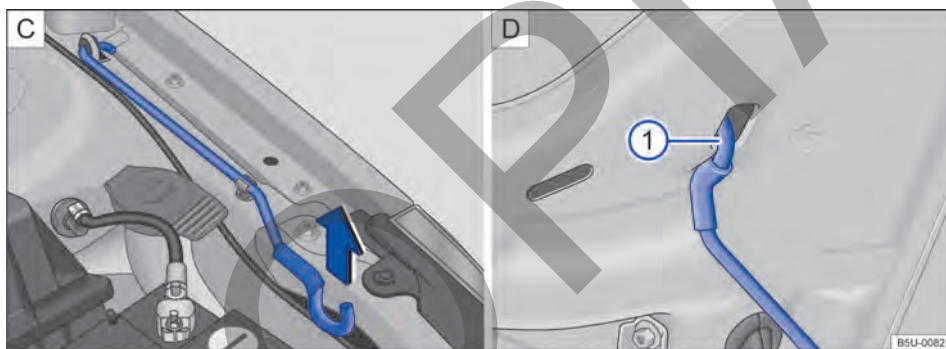

Fig. 191 C) Varilla de sujeción de la tapa del compartimento del motor. D) Tapa del compartimento del motor apoyada en la varilla de sujeción.
- Retirar la varilla de sujeción del soporte en el sentido de la flecha → fig. 191 C) y colocarla en la abertura de la tapa del compartimento del motor → fig. 191 ① D).
- Retirar la varilla de sujeción del orificio → fig. 191 ① D) y encajarla en el soporte del cierre → fig. 191 C).